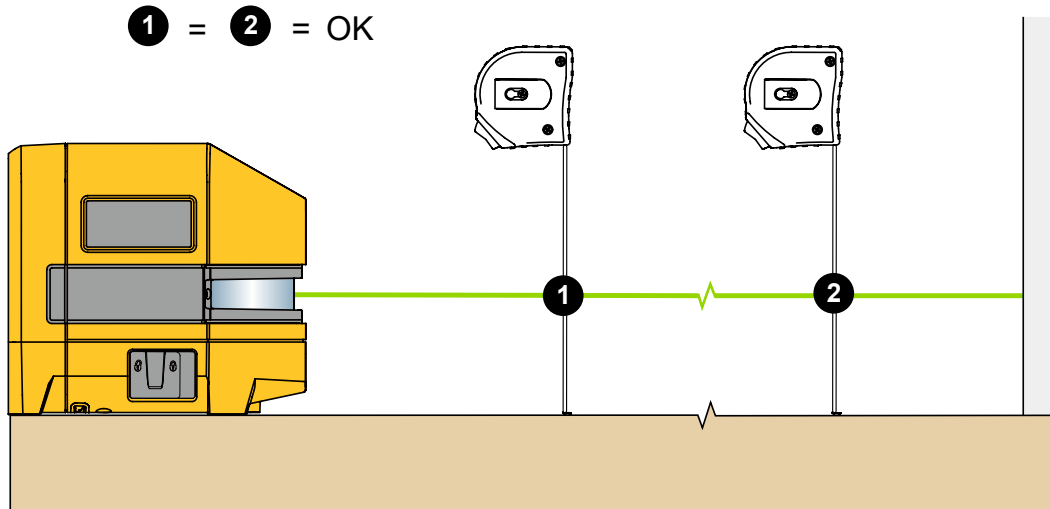

Afbeelding 3. Nieuwe verticale uitlijning
2. Schakel de verticale laser in en richt de laser op het doelgebied. Zie Afbeelding 3.